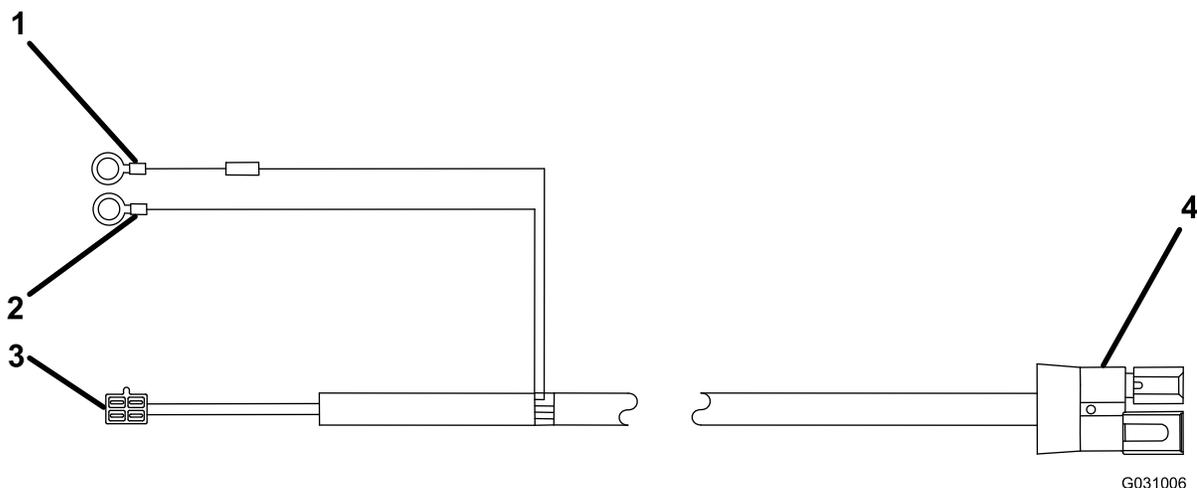

Figure 3
1. A l'aide d'un serre-câble, fixez le connecteur marron et blanc du faisceau de câblage (Figure 3) au centre du pare-chocs arrière de votre véhicule.
4. Branchez le connecteur à œillet noir à la borne négative (-) de la batterie (Figure 3).
5. Branchez le connecteur à œillet rouge à la borne positive (+) de la batterie (Figure 3).
- Branchez le faisceau de l'épandeur dans le connecteur marron et blanc du faisceau du véhicule, comme montré à la Figure 3.
12. Branchez le faisceau de l'épandeur au connecteur marron et blanc du faisceau du véhicule (Figure 3).